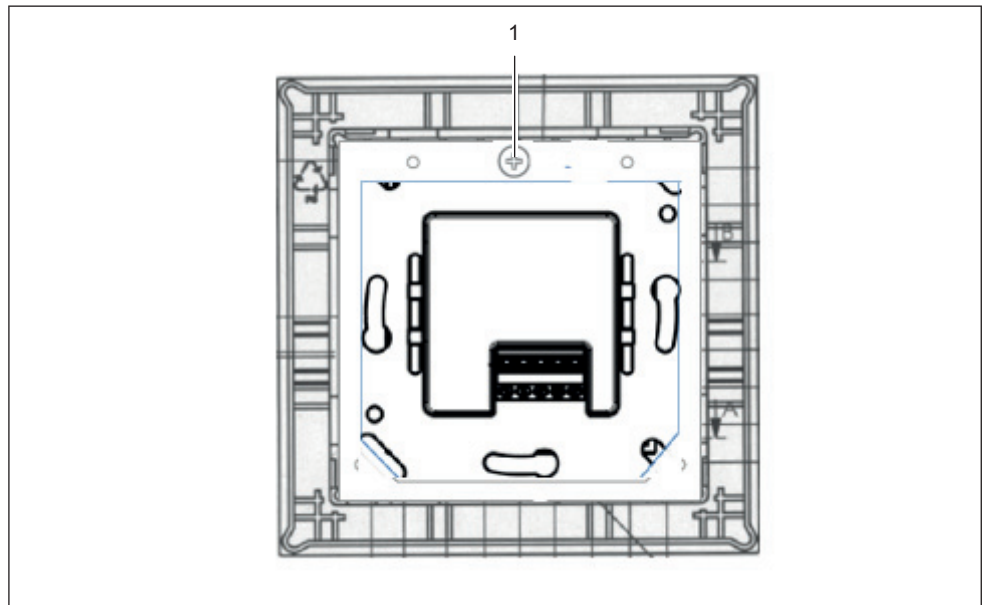

Fig. 20: Insérer la tôle de montage et la fixer
3. Insérer à nouveau la tôle de serrage dans le module factice et la fixer (Fig. 20).